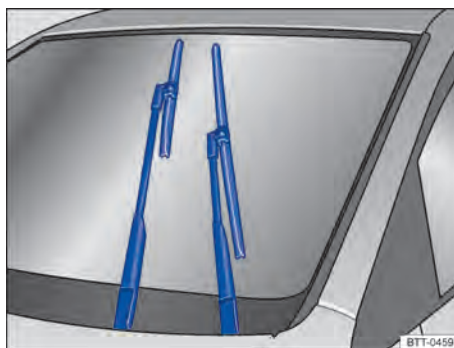

Fig. 103 Limpadores dos vidros na posição de serviço.
Na posição de serviço, os braços dos limpadores do para-brisa podem ser erguidos do para-brisa → Fig. 103. Para colocar os limpadores dos vidros na posição de serviço, proceder conforme a seguir:
- Pressionar a alavanca dos limpadores dos vidros brevemente para baixo → Fig. 103 ④.